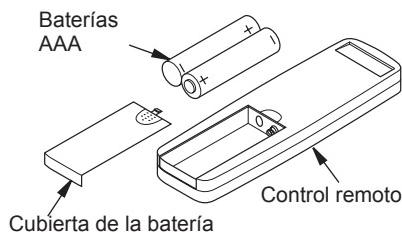

Figura 8. Instalación de las baterías en el control remoto portátil
- Retire la cubierta de la batería e inserte las baterías proporcionadas en el control remoto como se muestra en la figura 8.